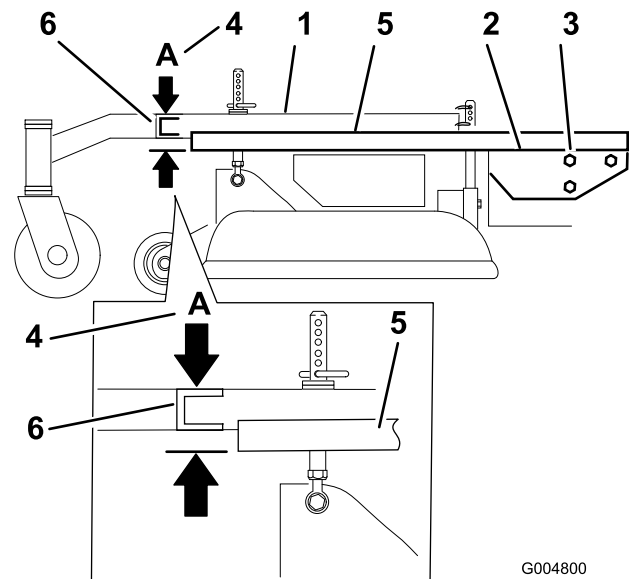

Figure 54
3. Placez une longue planche, ou autre objet similaire parfaitement droit en haut du plancher moteur, comme illustré à la Figure 54.
4. Au niveau du tube transversal du bâti porteur, mesurez la hauteur au point A (Figure 54). Elle doit être égale à $33 \text{ mm} \pm 6 \text{ mm}$.
6. Desserrez les boulons de montage du bâti porteur de chaque côté de la machine (Figure 54).
7. Alignez le bâti porteur et le plancher moteur à la même hauteur qu'au point A, c.-à-d. $33 \text{ mm} \pm 6 \text{ mm}$ (Figure 54).